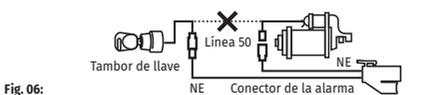

Fig. 06:
Obs.: Seleccione el tipo de bloqueo en el beep (13) de la tabla de programación, ítem 14. Realice la instalación conforme la fig. 06.
10.7.1. Conexión del bloqueo PX y FX: Las alarmas PX y FX poseen relay de bloqueo interno, permitiendo al instalador efectuar el bloqueo conforme fig.06.